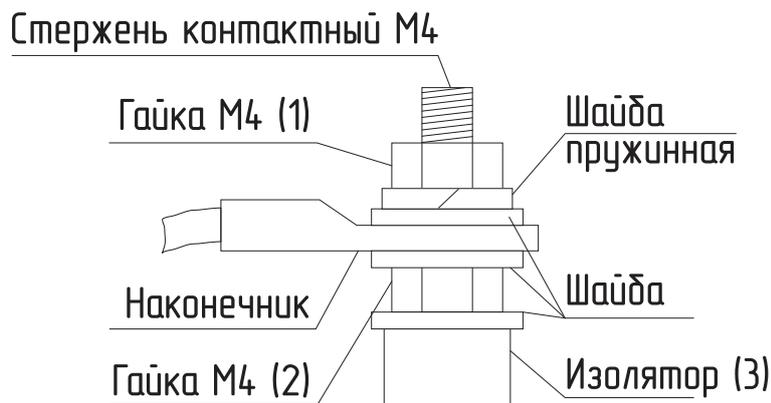

Рис.14 Присоединение проводов к выводам блок ТЭН
- при замене блок ТЭН присоединение фазных проводов к выводам блок ТЭН производить согласно **рис.14**. Сечение кабеля указано в таблице 1;
- провод нейтрали N подключить на перемычку блока ТЭН (**рис.14**).